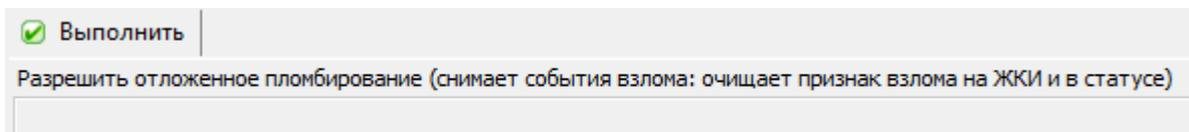

Рисунок 218 – Выполнение команды «Разрешить отложенное пломбирование»
6.15.11 Для перевода счетчика в режим отложенного пломбирования предусмотрена команда «Разрешить отложенное пломбирование» (см п.п. 6.15.23). В ПО AdminTools необходимо перейти на закладку «Команды→Электронная пломба→Отложенное пломбирование» и нажать кнопку «Выполнить» (см. рисунок 218). При получении данной команды, в энергонезависимой памяти сохраняется признак разрешения.